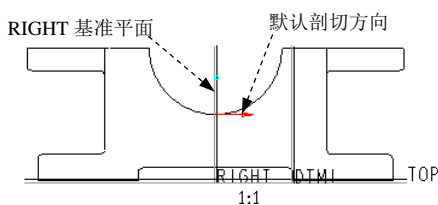

图 3.12.33 定义剖切方向
(1) 双击主视图，系统弹出“绘图视图”对话框。
(2) 选取类别区域中的截面选项，在截面选项区域中选中 2D 横截面 单选项，将模型边可见性设置为 总计；然后单击 按钮，在名称下拉列表框中选取剖截面 A，在剖切区域下拉列表框中选取 半倍选项；选取 RIGHT 基准平面，此时视图如图 3.12.33 所示，采用系统默认的剖切方向。